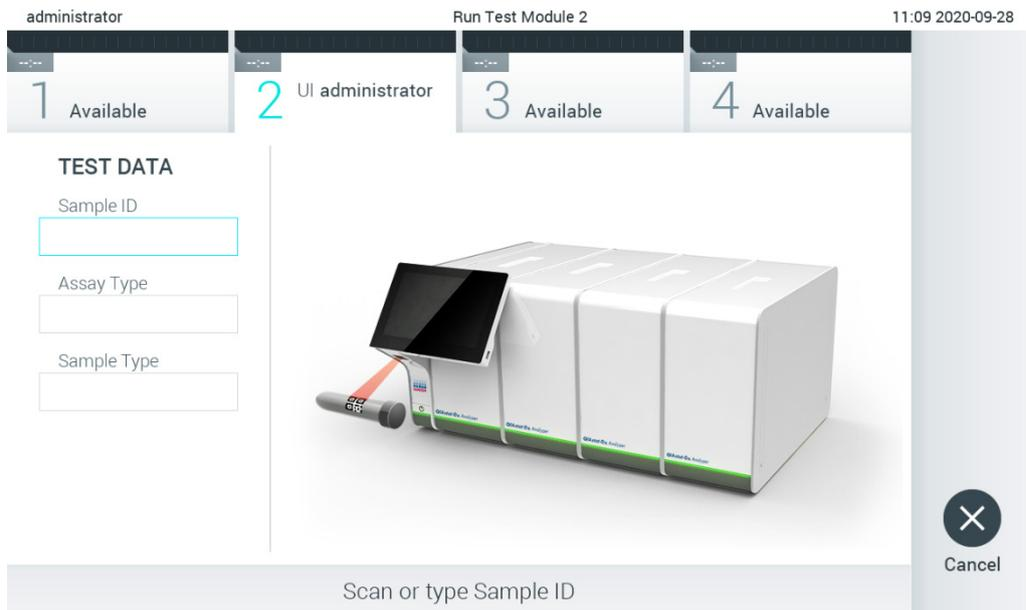

図 75. サンプル ID バーコードをスキャン。
2. 指示されたら、操作モジュールに内蔵のバーコードリーダーを使用してサンプル ID バーコードをスキャンします（図 75）。